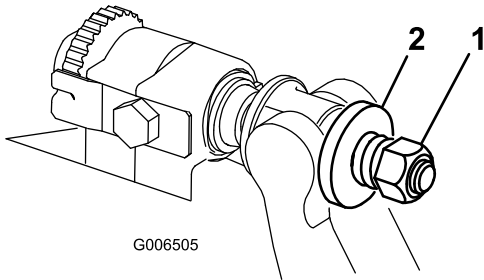

図 31
4. スプリングがつぶれるまでテンションナットを締め、そこから半回転戻す 図 31。